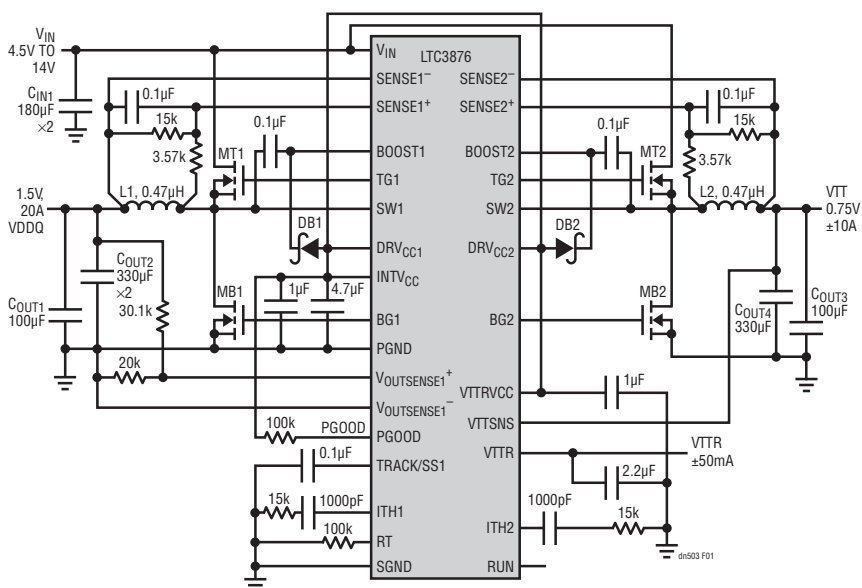
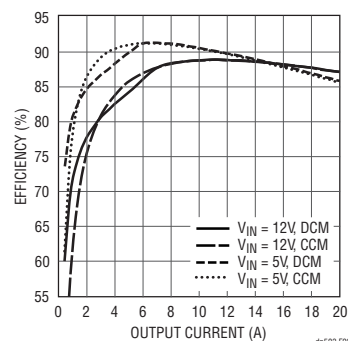

図 1. 1.5V $V_{DDQ}/20\text{A}$ および 0.75V $V_{TT}/10\text{A}$ の DDR3 電源
図 2. 図 1 の回路の効率
4.5V ~ 14V の入力で作動作する DDR3 電源を図 1 に示します。不連続モード動作と強制連続モード動作の効率曲線を図 2 に示します。